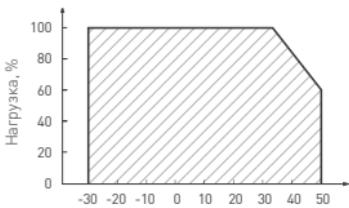

Рис. 1. Максимальная допустимая нагрузка, % от мощности источника.
- Не нагружайте источник питания более 80 % от его максимальной мощности. Учитывайте, что с повышением температуры окружающей среды максимальная мощность источника питания снижается, см. график зависимости на Рис. 1.